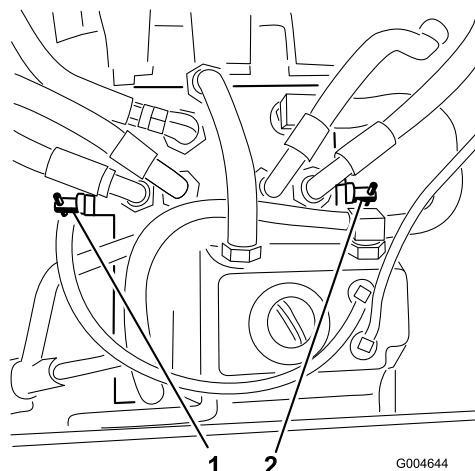

Figura 51
3. Gire **ambas** válvulas de desvío 2 vueltas en el sentido contrario a las agujas del reloj (Figura 51).
Gire cada válvula de desvío en el sentido de las agujas del reloj y apriételas a mano (par de 71 pulgadas-libra (8 N·m)) (Figura 51).